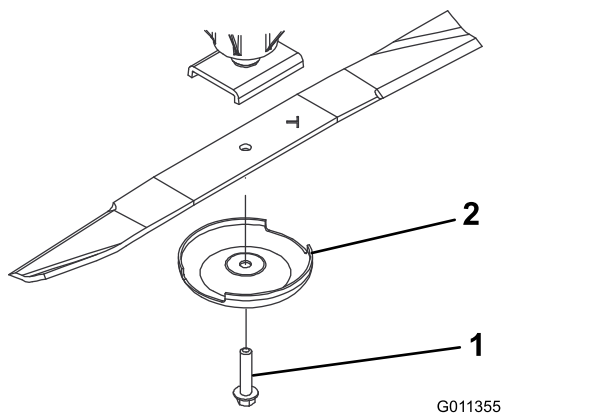

Figure 72
3. Enlevez le boulon, la coupelle de protection et la lame de l'axe de pivot (**Figure 72**).